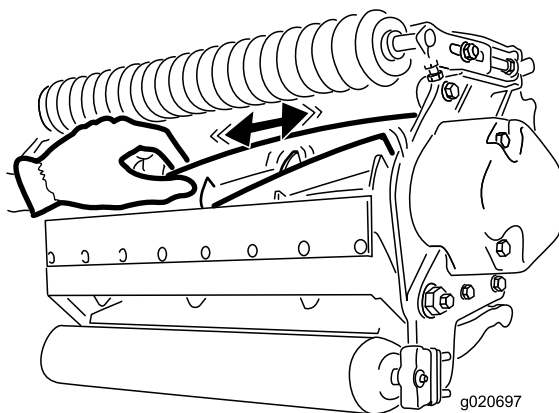

図 30
2. ボロ布を厚く巻くか丈夫なパッドのついた手袋をして、カッティングユニットの刃の部分をつかみ、リールを左右に揺すってガタがあるかどうかを調べる 図 30。